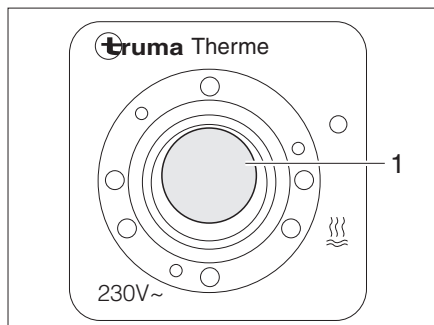

Fig. 124 Conmutador de mando para calentador Therme
El modo de funcionamiento eléctrico se conecta con el conmutador de mando (Fig. 124). La luz de control (Fig. 124,1) del interruptor tiene que encenderse.
- Conectar el conmutador de mando (Fig. 124). La luz de control (Fig. 124,1) del interruptor se enciende.
- Desconectar el conmutador de mando (Fig. 124). La luz de control (Fig. 124,1) en el interruptor se apaga.
- Desconectar el conmutador de mando (Fig. 124). La luz de control (Fig. 124,1) en el interruptor no está iluminada.